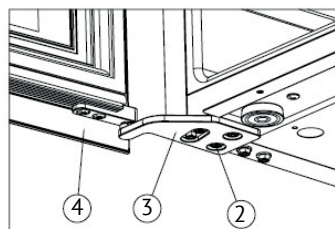

Рисунок 5
➔ Установите правую верхнюю петлю (3) и затяните винты М5\*16 (2) (Рисунок 5).